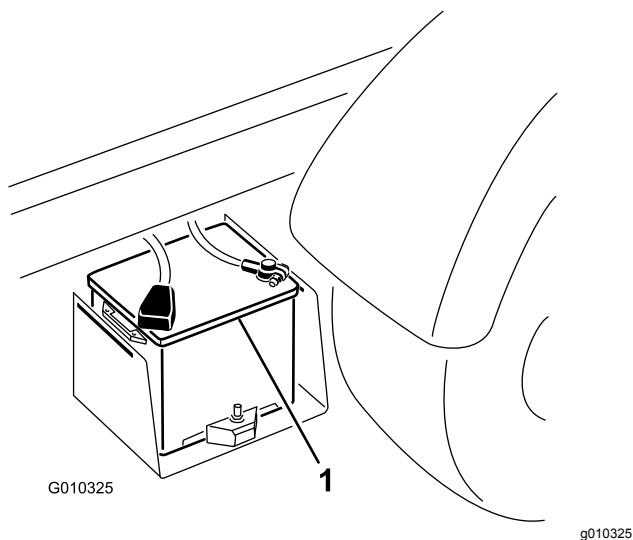

Figure 42
2. Raccordez un câble de démarrage entre les bornes positives des 2 batteries (Figure 42).